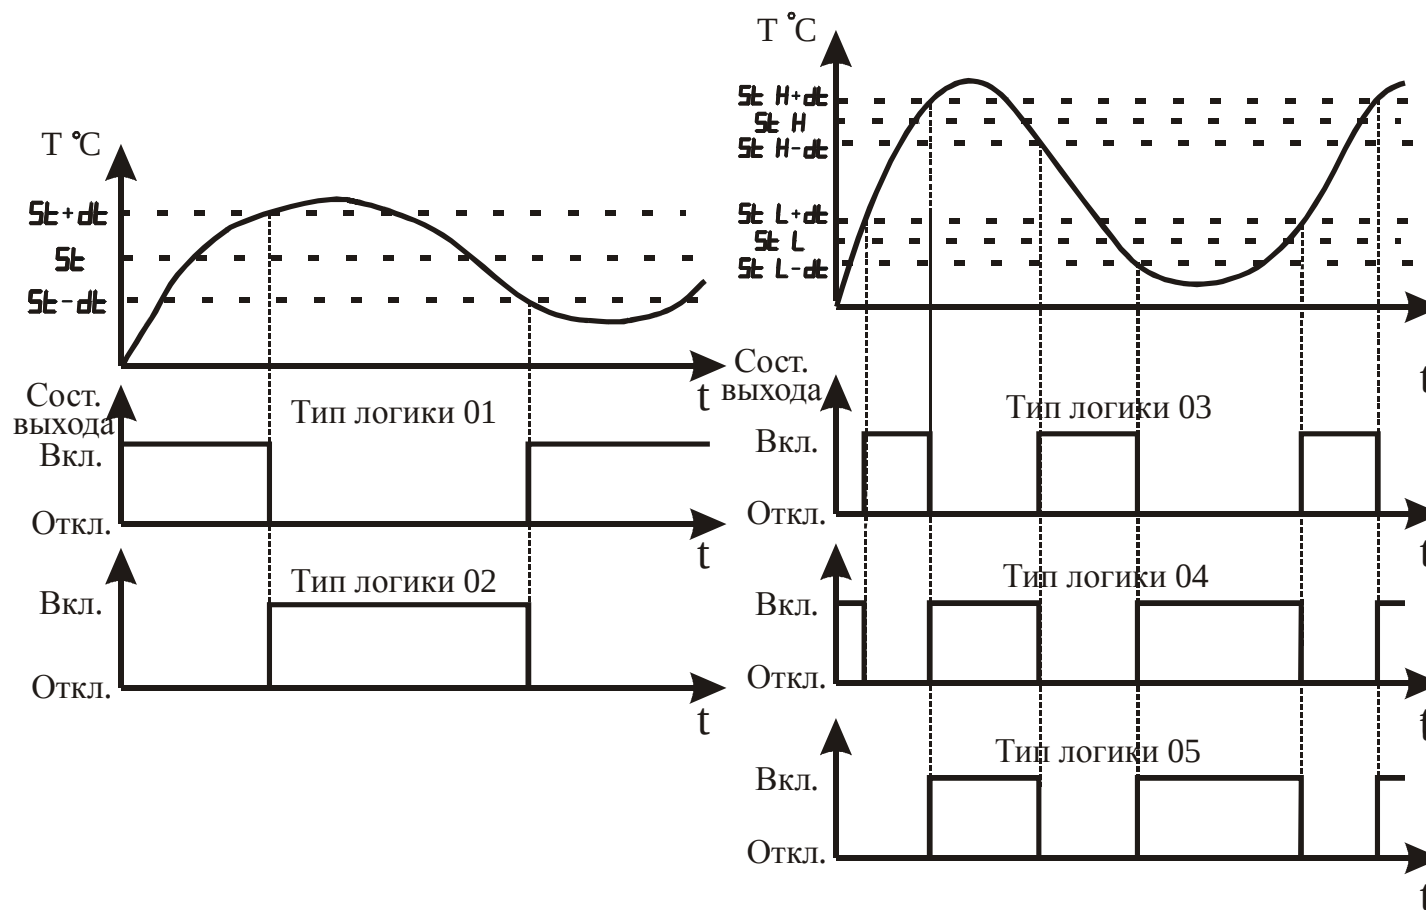

Рисунок 3.16 – Графическое представление типов логики работы выхода
3.3.3.7 Параметр “Тип логики работы прибора” для ДП-регулятора определяет алгоритм управления исполнительным устройством (см. рисунок 3.16).
Тип логики “05” (модернизированная “U”-образная), в основном, аналогичен типу логики 04. Отличие состоит в том, что работа выходного устройства разрешается только после первого превышения регулируемой температурой значения $S_t H + \Delta t$ (см. рисунок 3.16).